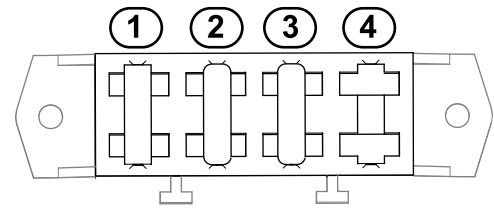

Figura 22
3. Compruebe los fusibles del bloque de fusibles (Figura 22).
4. Si algún fusible está fundido, sustitúyalo por un fusible del voltaje y amperaje correctos (Figura 22). Consulte el *Manual de mantenimiento* de la unidad de tracción para conocer los números de referencia específicos de los fusibles.